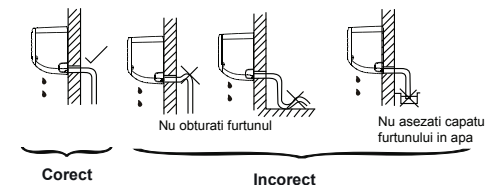

Fig. 6
1. Conectati furtunul de scurgere conform Fig. 6.